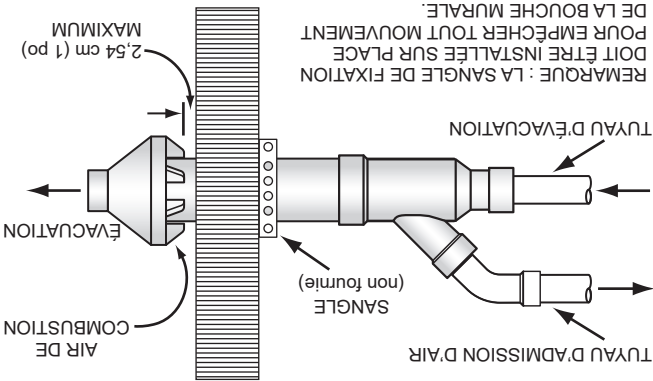

Figure 35. Extrémité concentrique - Installation murale
B. S'assurer que le raccord en Y est orienté de telle façon que le côté admission d'air du Y soit sur le dessus. Voir Figure 35 (page 37).
C. Attacher l'ensemble à la structure comme illustré à la Figure 35 ou la Figure 33 à l'aide de bande perforée métallique (non fournie) ou autre matériel de support équivalent.
6. Coller les tuyaux d'air de combustion et d'évacuation des gaz brûlés du chauffe-eau à la bouche d'évacuation concentrique. Voir l'orientation et la fixation correctes des tuyaux à la Figure 35.